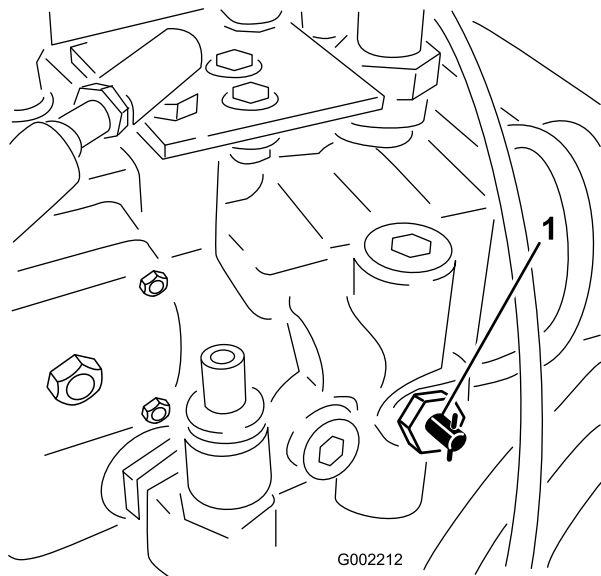

Figura 26
1. Girate la valvola di traino a (Figura 26) 90 gradi in qualsiasi senso per aprirla.